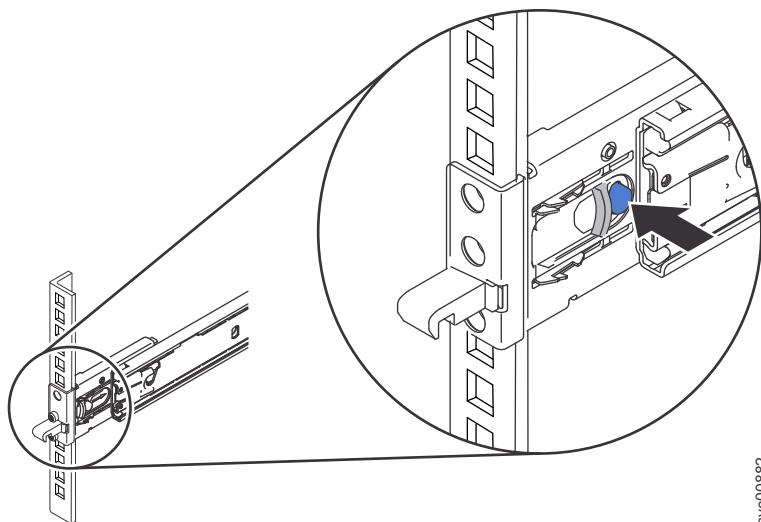

図 49. スライド・レールの前端の取り付け
6. 66 ページの図 49 に示すように、スライド・レールの前部端を取り付けます。